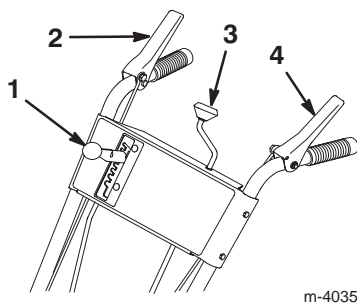

Figure 7
2. Placez le levier de changement de vitesse (Fig. 7) sur le panneau de commande en position **R₂** (marche arrière).